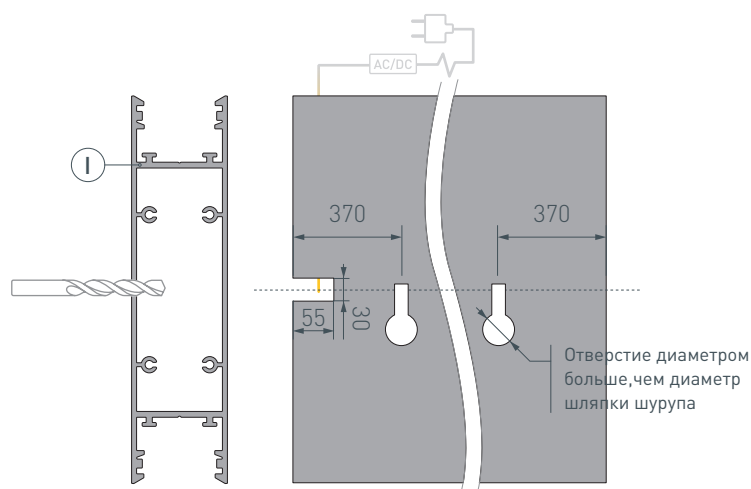

Рис. 1. Вид сзади, подготовка отверстий
- 1 /** Для профиля I длиной 2000 мм и более просверлите на задней стенке с каждой стороны по 2 отверстия с диаметрами больше, чем диаметр шляпки шурупа (чтобы могла пройти шляпка шурупа), для крепления к поверхности на расстоянии 370 мм от каждого края. Чуть выше сделать прорезь шириной равной диаметру резьбы шурупа. Затем подготовьте еще 1 отверстие с одного края профиля размером 55×30 мм для вывода кабеля блока питания, как показано на рис. 1.